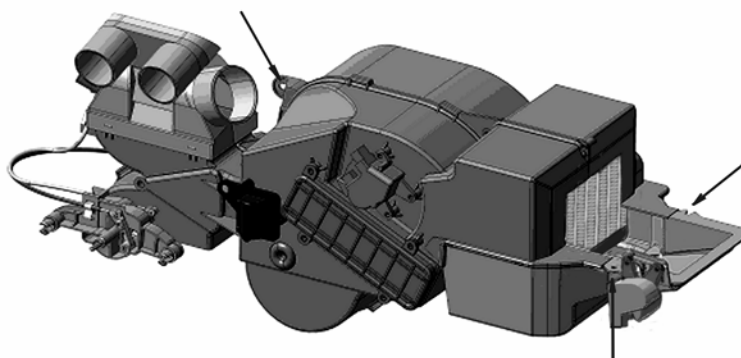

Рис. 9. Места крепления блока обработки воздуха
- отверните три гайки крепления отопителя к кузову (рис.9) и снимите блок обработки воздуха.